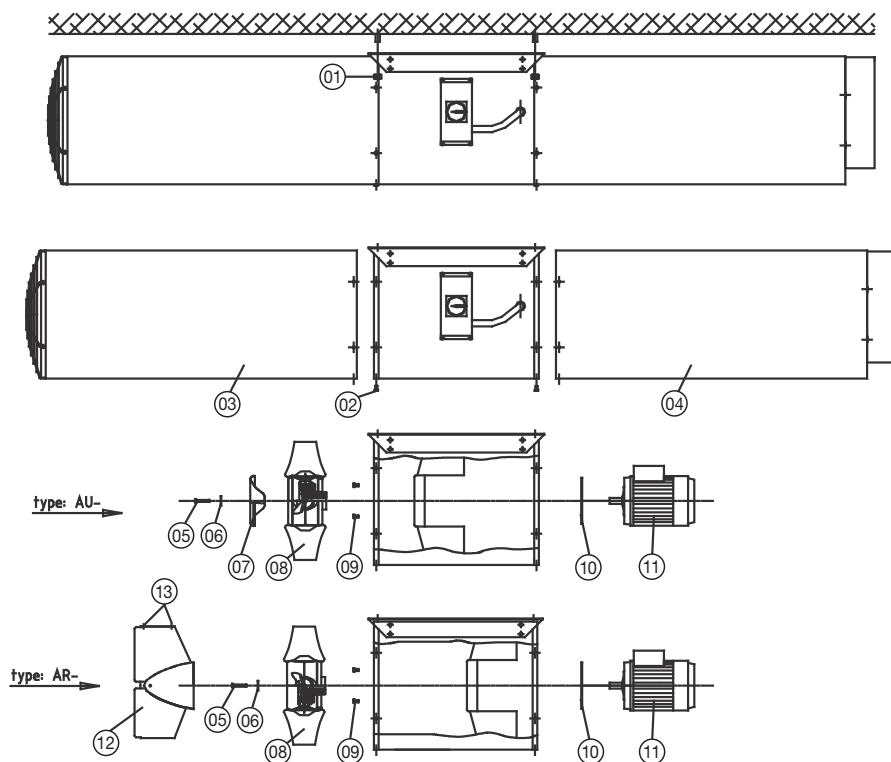

Fig. 5. Demontering/montering av motor
Arbetsgång för demontering: (se fig. 1. och fig. 5.)
- 2 Stötta impulsfläkten. Lossa muttrar på de fyra expanderbultarna (fig. 5, pos. 01) och lyft ned garagefläkten från taket.
- 3 Lossa låsskruvarna pos. 02 (fig. 5) och demontera ljuddämparna pos. 03 och 04 (fig. 5). (Kom ihåg att märka placeringen av ljuddämparna så att de inte förväxlas vid den senare monteringen.)
- 5 På typ AU- skall man demontera fläkthjulets navskål fig. 5, pos. 07 genom att lossa skruven pos. 05 och centerskivan pos. 6.
nitarna (ø3,2 mm) ø4 för AR-500 i ledskenen fig. 5, pos. 12 och ta bort ledskenen.
- 6 Drag av fläkthjulet fig. 5 pos. 08 med en avdragare som fästa i navkärnans två avdragshål. (M8×16 med avstånd 50 mm).
- 7 Lossa fyra låsskruvar fig. 5 pos. 09.
- 8 Demontera motorn pos. 11 och motormonteringsflänsen pos. 10.
Arbetsgång för montering: (se fig. 5).
- 4 Montera centrumskruven pos. 05, centrumskivan pos. 06, samt navskålen pos. 07.
Montera ledskenorna fig. 5 pos. 12. med tio popnitar $\varnothing 3,2 \times 10$. (monelmetall)